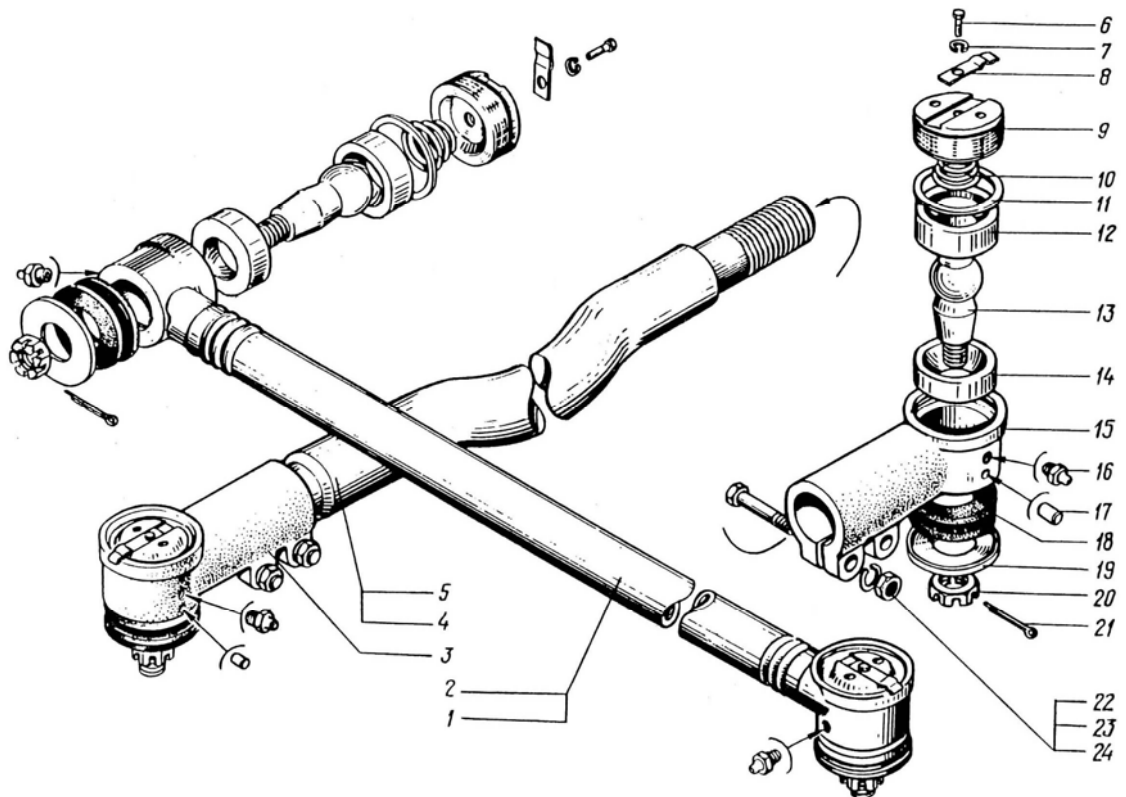
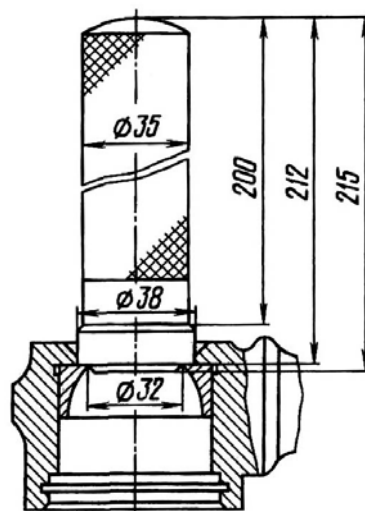

Рис.81. Рулевые тяги:
Рис.82. Выпрессовка сухаря шарового пальца
Продольная рулевая тяга трубчатая (рис.81), с двумя шаровыми шарнирами. Шарнир имеет пружину 10 и два сферических сухаря 12 и 14, между которыми располагается головка шарового пальца 13 пружина удерживается в сжатом состоянии посредством пробки 9 и пластины стопорной 8.
Поперечная рулевая тяга (рис.81) представляет собой изогнутую штангу с накрученными на ее концы наконечниками 15, в которых закреплены шаровые пальцы 13. С помощью наконечников 15 можно изменять длину тяги и регулировать сходжение колес.
4. С помощью оправки (рис.82) выпрессовать из головки наконечника 15 (рис.81) нижний сферический сухарь 14.
1. Установить и зажать рулевую тягу в тисках, запрессовать в наконечник 15 тяги (рис.81) нижний сферический сухарь 14 и заложить смазку ЛИТОЛ-24.